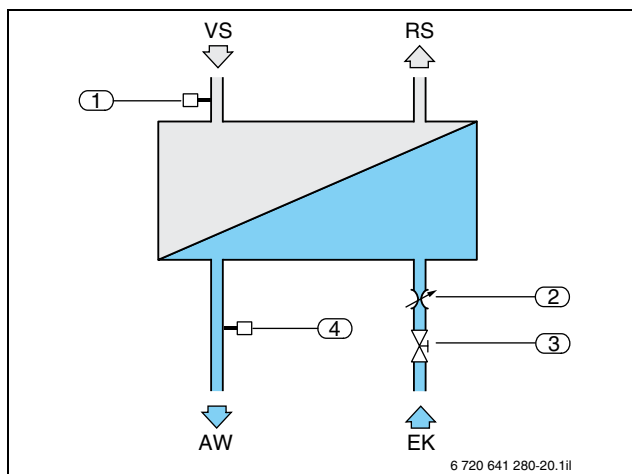

Рис. 49. Встроенный пластинчатый проточный теплообменник
- Режим приоритетного приготовления горячей воды с помощью мощного проточного теплообменника (рис. 49);